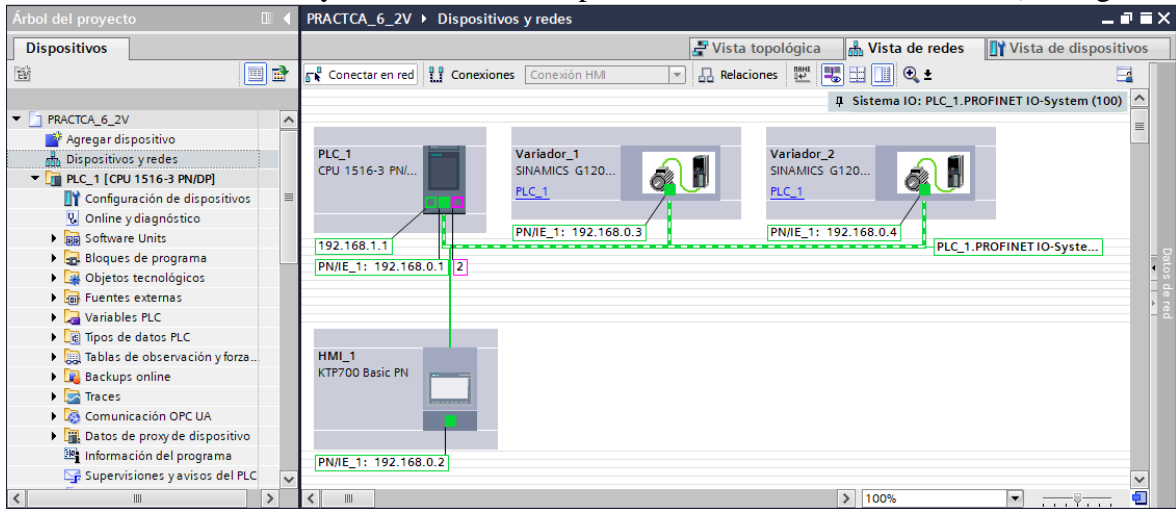

Figura 20. Configuración red Profinet.
10. Luego se procede a configurar la red Profinet para ello dar clic sobre el puerto de cada uno de los variadores SINAMICS G120 y arrástralo hacia el puerto Profinet del PLC S7-1500 (ver Figura 20).